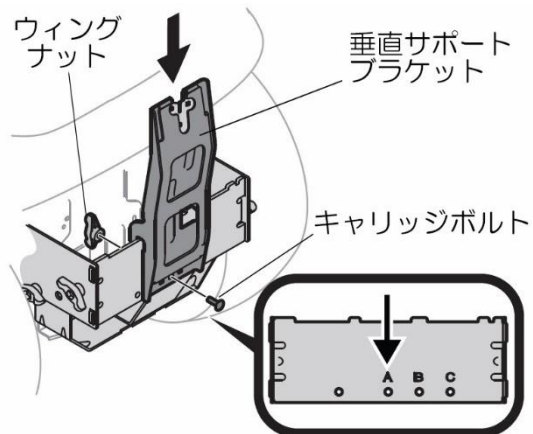

図5
1. マウントアセンブリに、垂直サポートブラケットをブラケットに引っ掛けるようにして取り付けます。図5を参照してください。
3. 垂直サポートブラケットをマウントアセンブリに固定します。図5を参照してください。下記の部品でしっかりと締め付けてください。